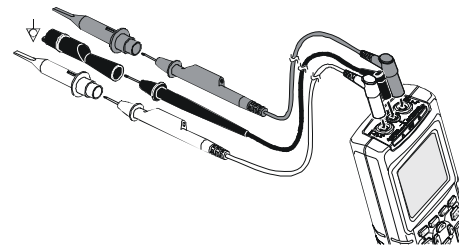

Figura 9-3. Conexión a tierra con el conductor de masa sin apantallar
- Utilice el conductor de masa negro sin apantallar en COM (común) para la medida de los ohmios (Ω), la continuidad, los diodos y la capacidad. (Consulte la figura 9-3).